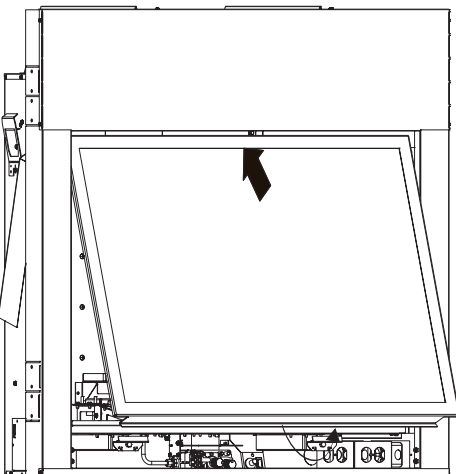

Figure 19
3. Tirer ensuite la vitre encadrée à sa partie inférieure et l'incliner puis la soulever pour la décrocher et la déposer. **Voir Figure 19.**
8. Réinstaller la vitre et l'écran de sécurité encadrés déposés à l'étape 3. **Voir Figure 19.**